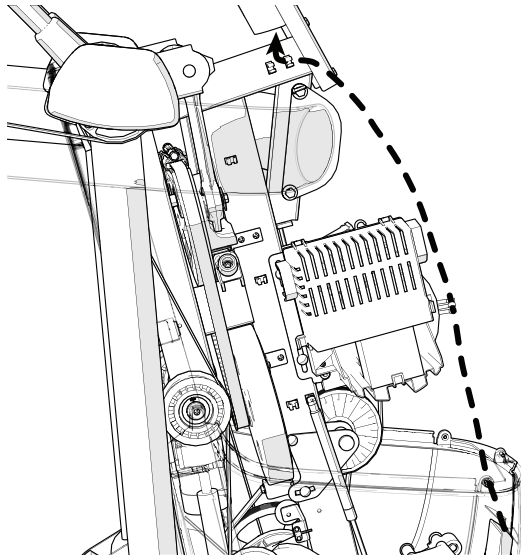

Рисунок 13
2. Протяните кабели сквозь зажимы рядом с передним маховиком, затем через самый верхний кабельный зажим на главной раме и к центральной колонне (см. рисунок 13).